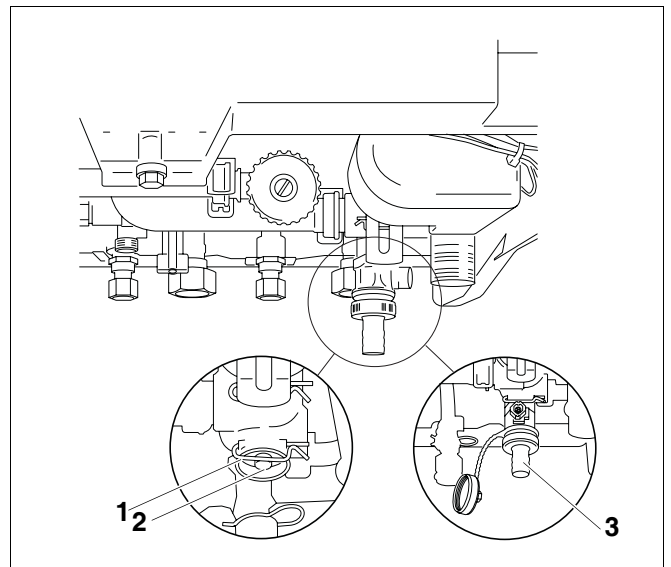

Bild 11 Montage des Füll- und Entleerhahns an der rechten Unterseite des Heizkessels (hier: GB132-24K)
- Warmwasserspeicher-Anschlüsse an Vorlauf Speicher-Wassererwärmer (VS) und Rücklauf Speicher-Wassererwärmer (RS) montieren.
- Kurzschlussleitung (Zubehör) zwischen Vorlauf Speicher-Wassererwärmer (VS) und Rücklauf Speicher-Wassererwärmer (RS) installieren.
- Sicherungsfeder (→ Bild 11, [1]) abnehmen.
- Rechten Blindverschluss (→ Bild 11, [2]) abnehmen und aufbewahren.
- Füll- und Entleerhahn (→ Bild 11, [3]) (im Lieferumfang enthalten) montieren.